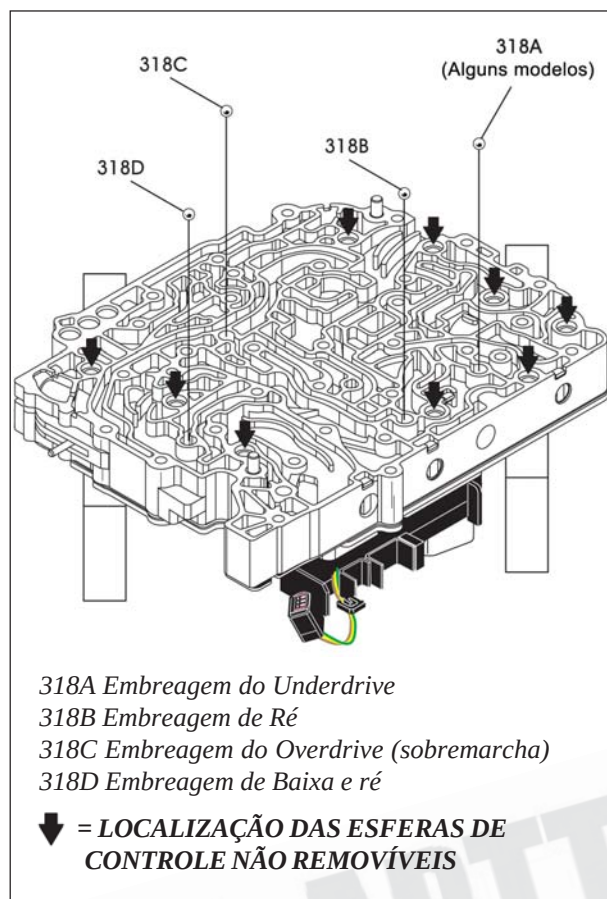

Figura 222
39. Gire cuidadosamente o conjunto do corpo de válvulas e posicione-o em uma superfície plana, conforme mostra a figura 222.
As setas grandes na figura 222 mostram a localização de nova esferas de controle não removíveis. Veja página 156).